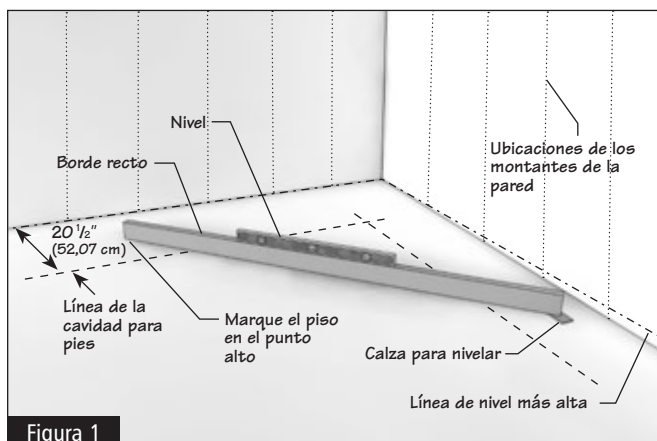

Figura 1
- 1.1** Primero, ubique el punto más alto del piso. Para hacer esto, ubique su nivel en la base de la pared y verifique diferentes lugares a lo largo de la pared hasta que encuentre el punto alto en el piso. Marque este punto. (Figura 1)